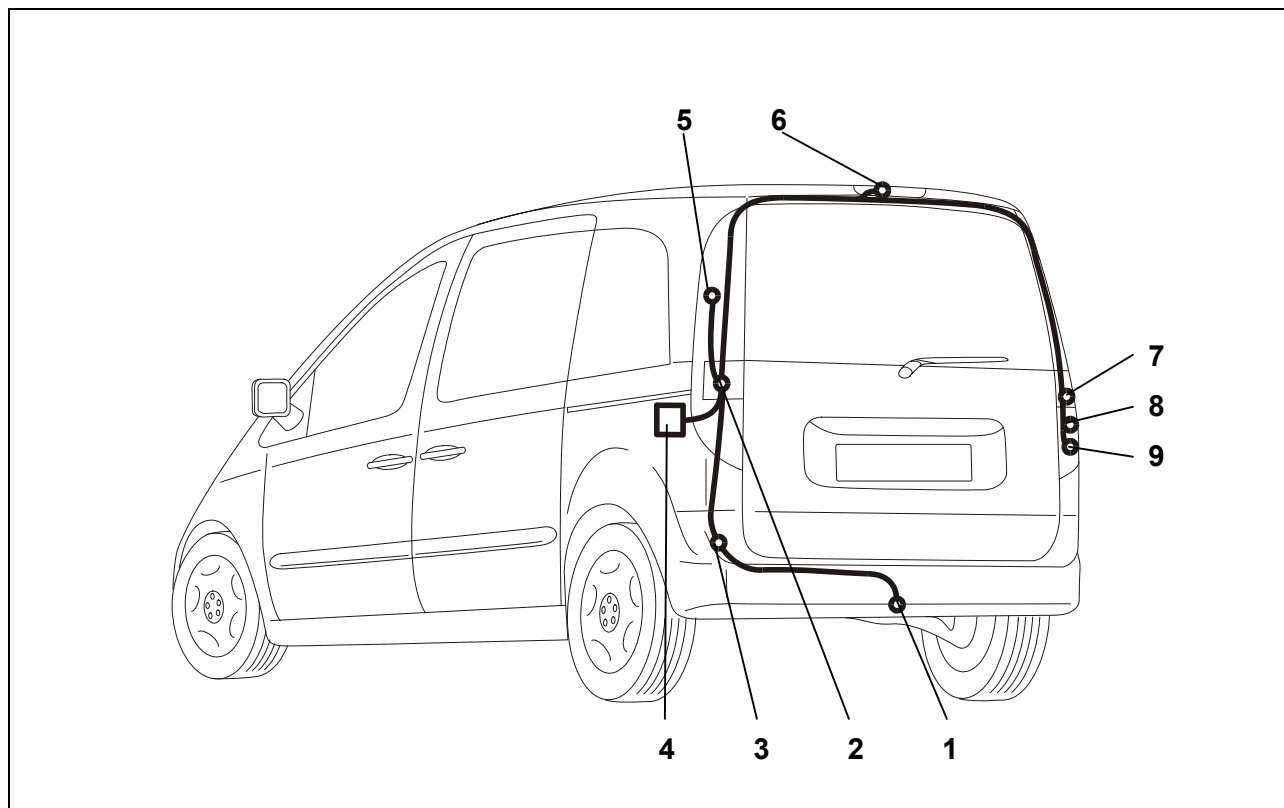
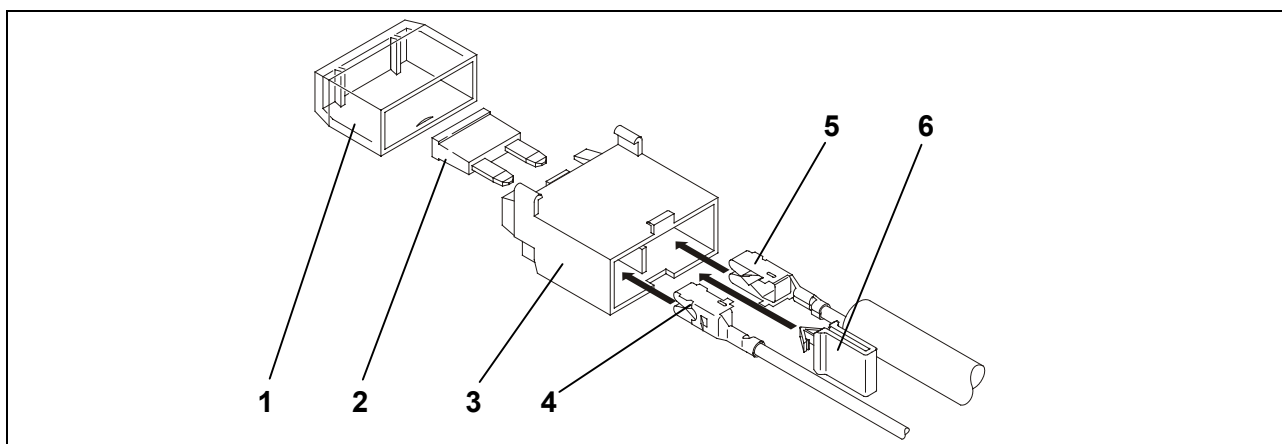

Fig. 2: Esquema de montaje
Fig. 3: Montaje – portafusibles
3. Taladrar, debajo de la luz trasera izquierda, en un lugar apropiado al efecto (Fig. 2/3) un agujero de 19 mm para el orificio de paso de cables. Utilizar un orificio ya existente, dado el caso.
4. Tender el extremo del tramo de cables a través del orificio de paso para cables, partiendo del hueco detrás de la luz trasera izquierda y, al exterior, hacia la chapa de sujeción de la caja de enchufe (Fig. 2/1).
5. Insertar el ojal de caucho en el orificio de paso de cables (Fig. 2/3).
6. Colocar la junta para la caja de enchufe, conectar el tramo de cables según la *Asignación de los conductores de la caja de enchufe* (Fig. 2/1) y aproximar (empujando) la junta de goma a la caja de enchufe.
7. Atornillar la caja de enchufe a la chapa de sujeción (Fig. 2/3), mediante los tornillos y tuercas suministrados.
8. Separar la conexión enchufable de la luz trasera izquierda (Fig. 2/2) y conectarla con las piezas opuestas correspondientes del tramo de cables. Los conectores tienen que engatillarse.
9. Tender el extremo del cable con los dos conectores de 6 polos por encima del revestimiento interior del techo y conducirlo hacia la luz trasera derecha (Fig. 2/7).
10. Separar la conexión enchufable de la luz trasera derecha (Fig. 2/7) y conectarla con las piezas opuestas correspondientes del tramo de cables. Los conectores tienen que engatillarse.
12. Fijar el módulo de remolque (Fig. 2/4), mediante la cinta de velcro, en el hueco izquierdo detrás de luz trasera.
13. Conectar los conductores marrones con el anillo al punto de conexión a masa del vehículo (Fig. 2/5), encima de la luz trasera izquierda.
14. Hacer engatillar en el portafusibles (Fig. 2/6) el manguito enchufable del conductor rojo (Fig. 3/5) del tramo de cables y del conductor individual rojo adjunto (Fig. 3/4).
15. Insertar el clip amarillo (Fig. 3/6).
16. Insertar el fusible (Fig. 3/2) y colocar la tapa (Fig. 3/1).
17. Tender el conductor marrón/blanco desde la luz trasera derecha (Fig. 2/4) hacia el aparato de mando de la APA (Fig. 2/8) y conectarlo.